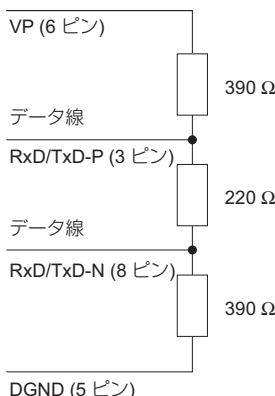

図 6 PROFIBUS ケーブルの終端処理
1.5 Mbps 未満の通信速度で使用されるときは、インダクタなしで終端抵抗を接続します。(図 6 参照) 1.5 Mbps 以上の通信速度で使用されるときは、終端抵抗を接続する際にインダクタが必要です。(図 4 参照)